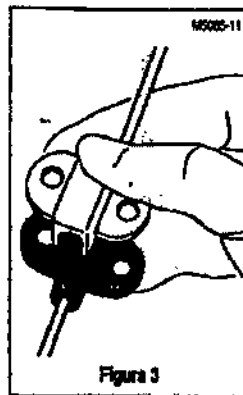

Figura 3
- 11. Coloque la pieza de fijación sobre el punto de sutura optativo para asegurar ambos componentes al catéter (ver figura 3).